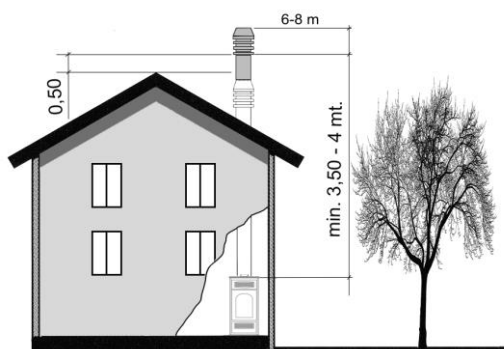
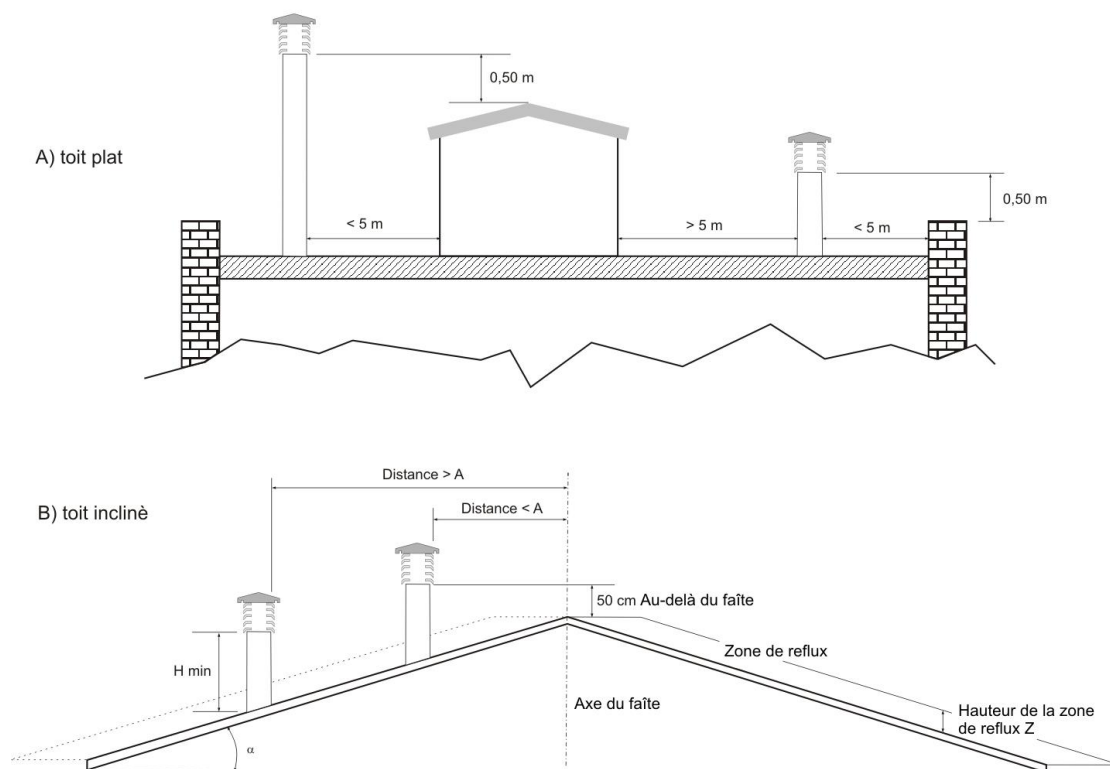

Fig.4
Fig. 5
- Le terminal de cheminée doit être placé de façon à garantir une dispersion et une dilution appropriées des produits de la combustion et dans tous les cas hors de la zone de reflux. Cette zone a des dimensions et des formes différentes en fonction de l'angle d'inclinaison de la couverture, c'est pourquoi il s'avère nécessaire d'adopter les hauteurs minimum reportées sur les figures 4 et 5.
- Le terminal de cheminée devra être de type anti-vent et dépasser la hauteur du sommet fig.4 et fig.5.
- Des fabrications éventuelles ou d'autres obstacles dépassant la hauteur du terminal de cheminée ne devront pas être placés derrière le terminal de cheminée même (fig.4).